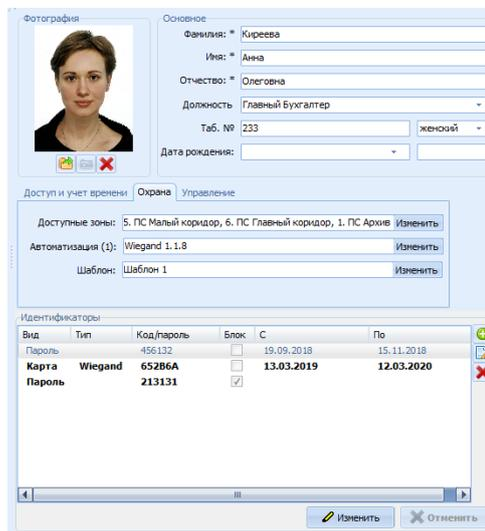

Рисунок 10.3 – Добавили пользователю два активных идентификатора: карта и пароль
- 4) Добавить идентификаторы пользователям (карта или пароль) (рисунок 10.3).